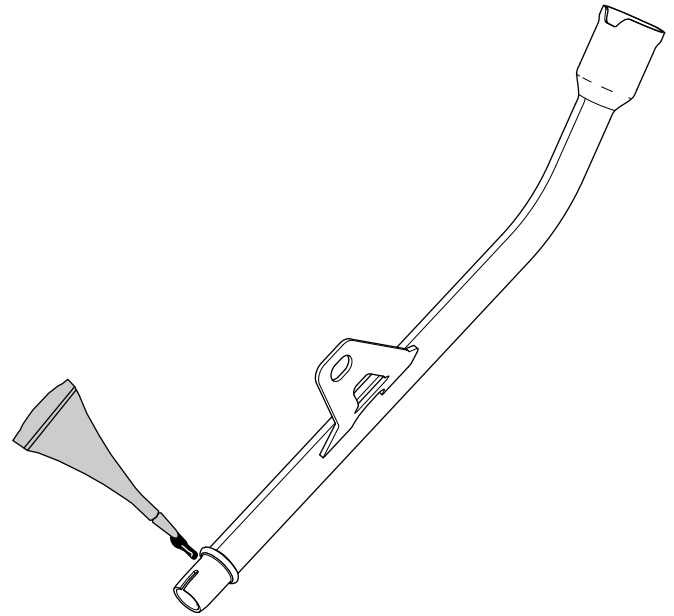

Figure 8
4. Appliquez une couche uniforme de Loctite® 620 autour de la surface d'étanchéité du tube de la jauge (Figure 8).